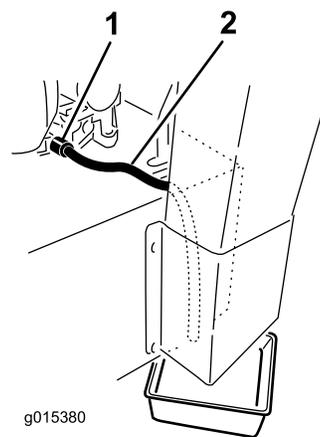

Рисунок 36
**Примечание:** Поверните маслосливной клапан, чтобы дать маслу стечь (Рисунок 36).